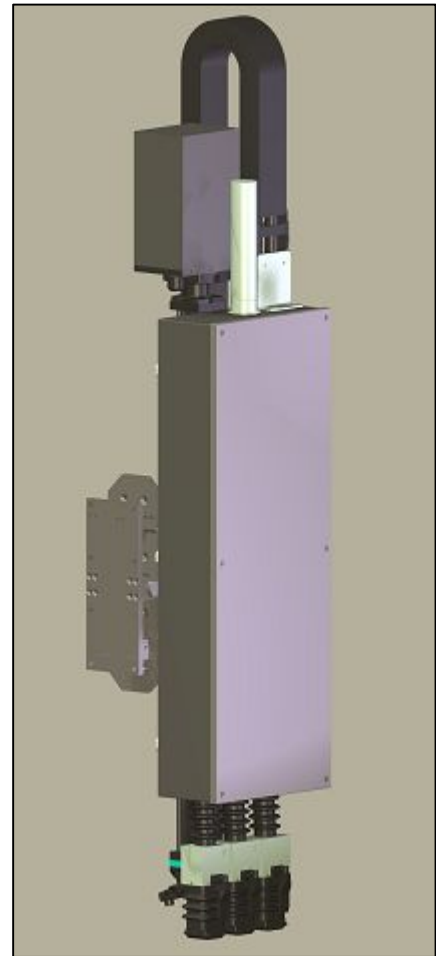

Рис. 6. Силовой механизм в сборе
- Общая сборка показана на рис. 6, имеет ориентировочные размеры: высота 1,541mm x 346mm ширина x 317mm глубина, ориентировочный вес 125 lbs (57 кг.).
- Приборный блок, с размерами и частями, как и для шарнирного устройства, монтируется на приводе над сенсорами, как показано на рис. 6.